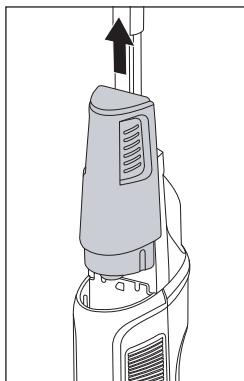

Fig. 6
- ▶ Remplissez uniquement de l'eau du robinet froide à chaude (jusqu'à max. 60 °C) ou de l'eau distillée dans le réservoir d'eau fraîche ⑪. N'utilisez pas d'eau bouillante.
- ▶ N'utilisez jamais l'appareil sans eau dans le réservoir d'eau fraîche ⑪.
- ◆ Saisissez le réservoir d'eau fraîche ⑪ au niveau des poignées latérales et sortez-le par le haut de l'appareil (voir fig. 6).